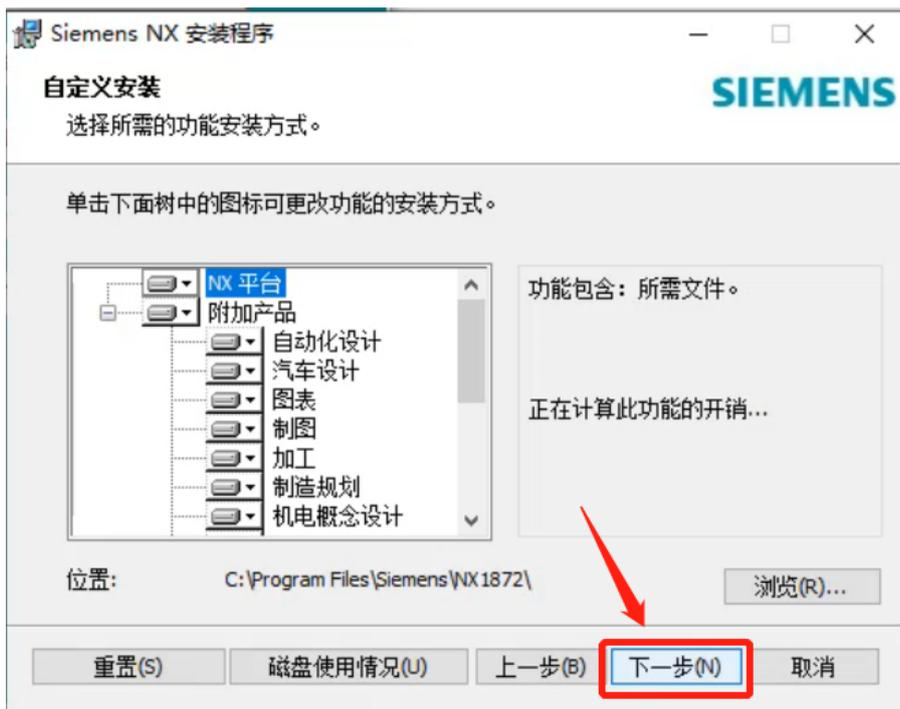

图 1-4 功能模块选择
(4) 点击“下一步”，进入端口号设置界面，如图 1-4 所示。